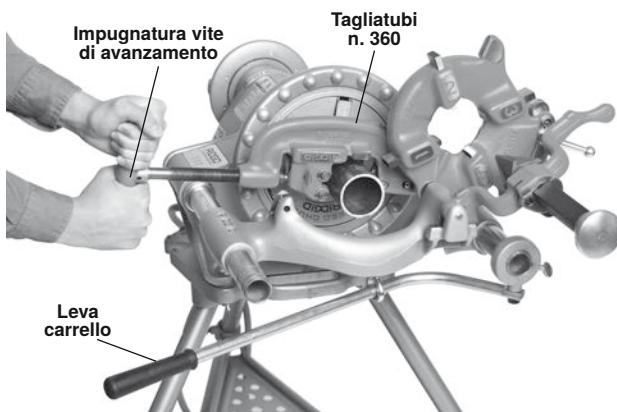

Figura 21 – Taglio con Tagliatubi n. 360
- Con entrambe le mani, afferrare l'impugnatura di avanzamento del tagliatubi (*Figura 21*).